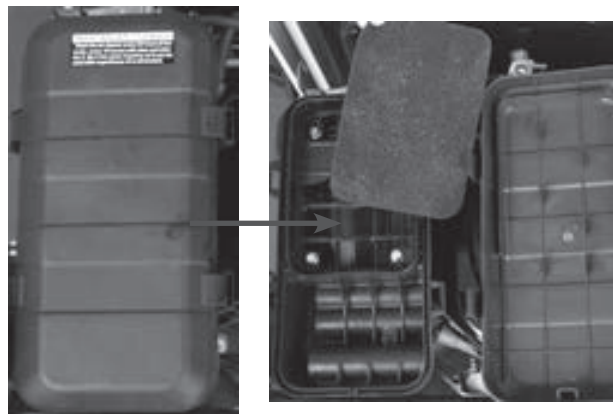

Рис.10
1. Отожмите защелку и снимите крышку воздушного фильтра (Рис.10)